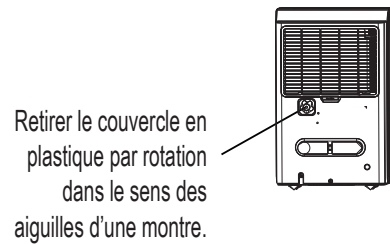
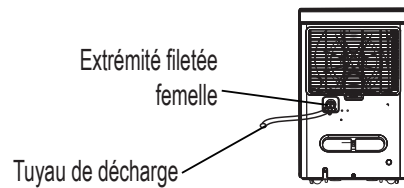

Fig.9
Fig.10
- Retirer le couvercle en plastique de la sortie du drain d'arrière de l'unité, puis insérer le tuyau de vidange à travers la sortie du drain de l'unité et l'amener au drain de plancher ou à une installation de drainage appropriée. (Voir Fig.9 et Fig.10)